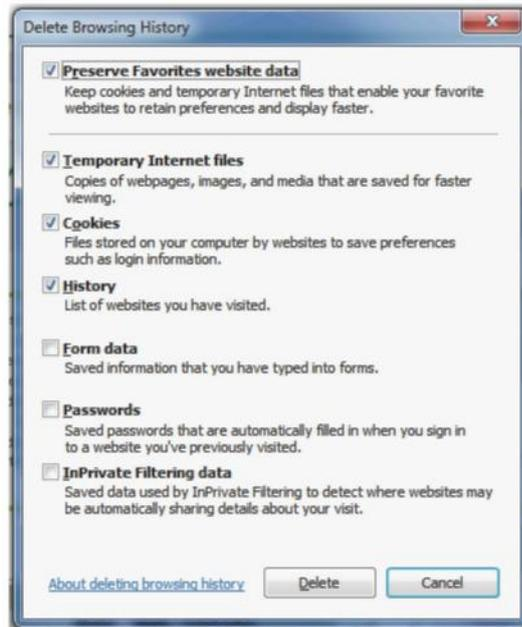

Рисунок 3-2 Удаление журнала обозревателя Internet Explorer.
2. В открывшемся диалоговом окне (различные для каждого браузера) выбрать опцию очистки временных интернет-файлов или «кэш-памяти». См. примеры на Рис. 3-2 и Рис. 3-3 на стр. 3–40.